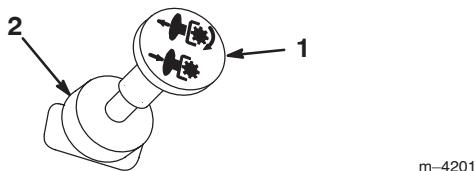

Figure 8
- Tirez sur la commande de PDF pour engager la PDF (Fig. 8).
Poussez la commande de PDF en position désengagée (Fig. 8).